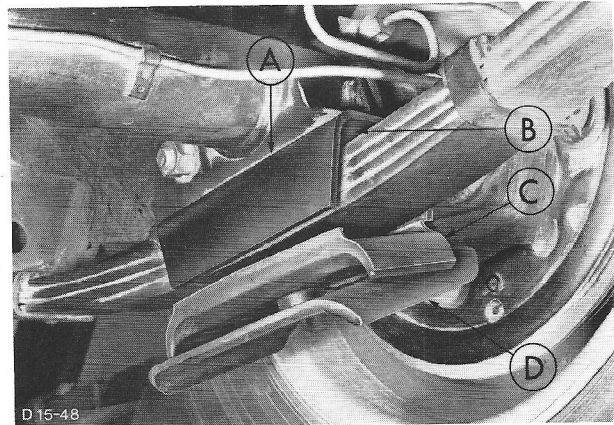

Fig.136 A - Bevestigingsplaat voor rubber lager.
2. Verwijder de zelfborgende moeren (4) van de U-bouten. Verwijder de U-bouten, de steunplaat (D) en het rubber lager (C) (fig.136).
Neem het rubber lager (D) en de bevestigingsplaat voor het rubber lager (A) van de achterveer (fig.136).